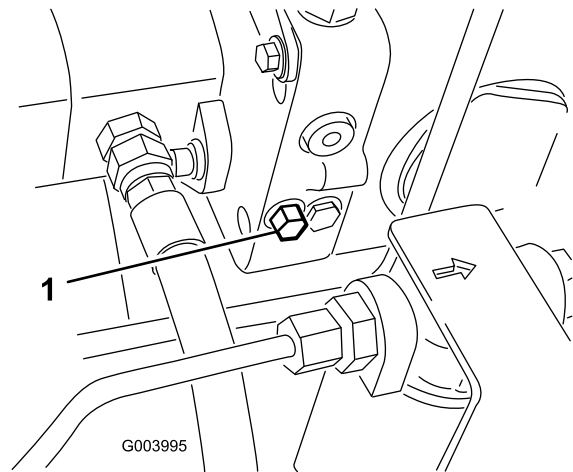

Figura 36
1. A válvula de derivação está localizada no lado esquerdo do hidrostato (Figura 36). Rode o parafuso 1-1/2 voltas para abrir para permitir a passagem do óleo internamente. Após este procedimento, torna-se possível deslocar lentamente a máquina sem danificar a transmissão.